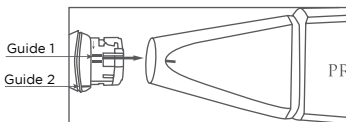
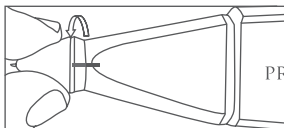

Fig. 1.08
Fig. 1.09
2. Pour insérer une nouvelle pointe de sonde, positionnez Guide 1 tel qu'illustré dans la **Fig. 1.08**, glissez-la à l'intérieur et tournez dans le sens horaire pour aligner Guide 2 avec le guide marqué sur le corps principal afin de la fixer tel qu'illustré dans la **Fig. 1.09**.